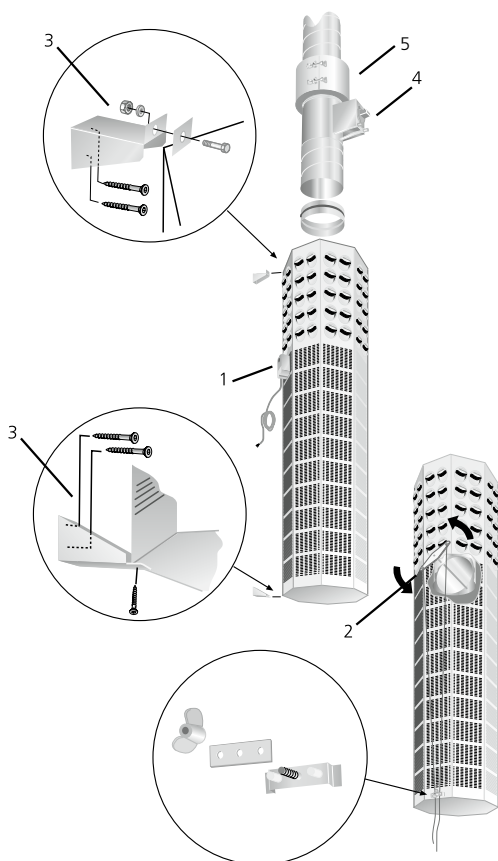

Abbildung 1. Montage.
Die Düsen- und perforierte Teil wird von einer Klappenfunktion getrennt. Dieser wird mit einem Elektromotor (1) oder manueller Regelung (2), gesteuert. Siehe Abbildung 1.
CRM 1. Regulierbare Messeinheit (4) für die Einstellung der Luftmenge. Siehe Abbildung 1.
FSR. Das Montageteil (5) besteht aus verzinktem Stahlblech und wird verwendet, um die Montage und Demontage von Klappen zu erleichtern. Siehe Abbildung 1.
Aufhängungskonsolen (3) sind im Lieferumfang enthalten. Diese werden an der Wand und an BOC befestigt. Siehe Abbildung 1.
Die Luftmenge wird mit der Einregulierung Messeinheit (4) inreguliert, die im Kanal vor BOC angebracht wird. Siehe Abbildung 1.